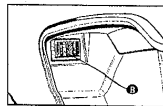

Fig. 2
3. contrôler le niveau de liquide par le témoin «C» (figure 2).
2. quatre fusibles «B» de protection des différents circuits placés sous le porillon situé sur la partie arrière gauche du tablier (figure 2 page 109)
Ouvrir le compartiment casque et retirer le cache arrière en agissant sur les 3 vis «F», dont l'une est montrée à figure 2. Retirer les vis de fixation du feu de stop et remplacer les ampoules grillées.
- mettre le véhicule en conditions de route, sans charge, avec les pneus gonflés à la pression prescrite sur un terrain plat à 10 m d'un écran blanc placé dans la pénombre (figure 2) en s'assurant que l'axe du véhicule soit perpendiculaire à l'écran;
**IL EST NÉCESSAIRE DE CONTRÔLER RÉGULIÈREMENT L'USURE DES PLAQUETTES DE FREIN. SI L'ÉPAISSEUR NE SERAIT CE QUE D'UNE SEULE DES PLAQUETTES EST RÉDUITE À 1,5 MM (VOIR FIG. 2), LES PLAQUETTES DOIVENT ÊTRE REMPLACÉES TOUTES LES DEUX. NOUS CONSEILLONS D'EFFECTUER CETTE OPÉRATION AUPRÈS D'UN POINT D'ASSISTANCE AUTORISÉ PIAGGIO. APRÈS LE REMPLACEMENT DES PLAQUETTES, NE PAS UTILISER LE VÉHICULE AVANT D'AVOIR ACTIONNÉ LE LEVIER DE FREIN PLUSIEURS FOIS, C'EST-À-DIRE D'ÉTENDRE LES PLAQUETTES DANS LEUR POSITION D'ORIGINE ET DE RÉAJUSTER LA COURSE DU LEVIER DANS LA BONNE POSITION.**